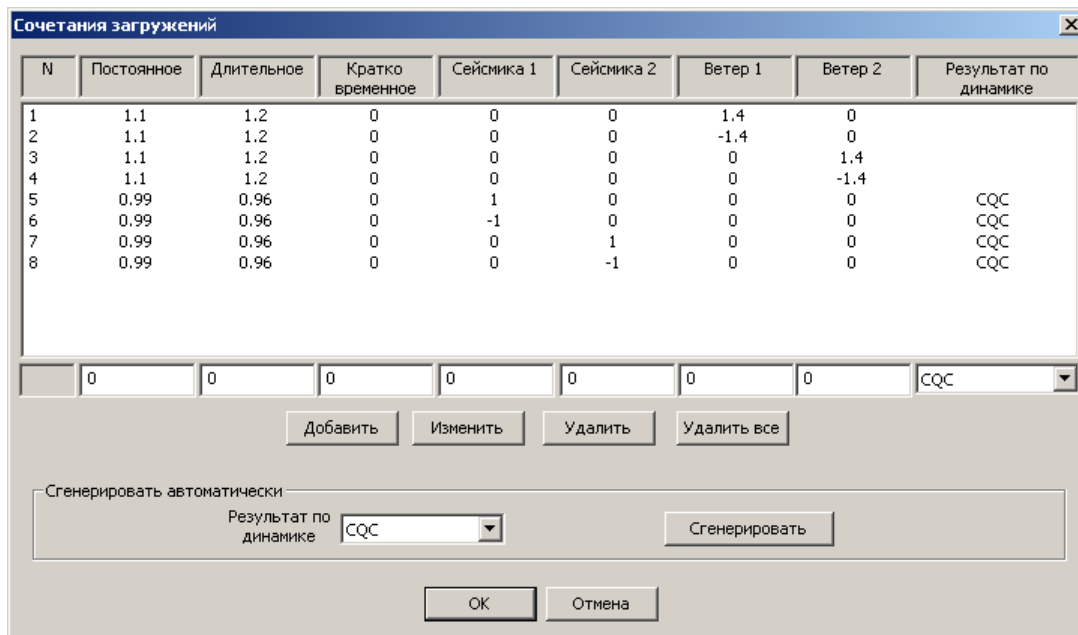

Рис.1.21.5. Окно диалога Сочетания нагрузок
- В открывшемся окне диалога **Сочетания загрузок** (рис. 1.21.5) задайте следующие параметры: